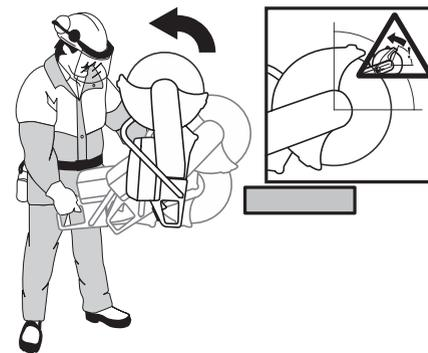

Рисунок 7 — Отдача при резании материалов верхней частью отрезного круга
- Не используйте для резания верхнюю часть отрезного круга, так как это неминуемо приведет к отдаче бензореза, что очень опасно, и может привести к травме оператора (см. рис. 7).